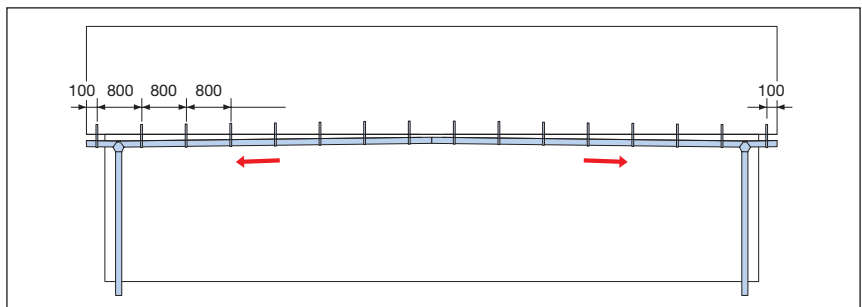

Fig. 2. Tagrende over 12 m.
3. Fastgør rendejern 400 mm til højre for markeringen for tudstykke og ca. 2,5 mm højere end rendejernet til venstre (det laveste rendejern - se fig. 2).